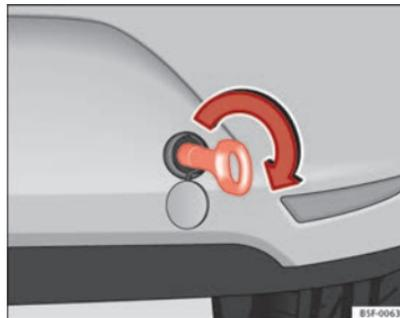

Abb. 176 Hinterer Stoßfänger rechts: Eingeschraubte Abschleppöse ▶
- Schrauben Sie die Abschleppöse bis zum Anschlag in das Gewinde ein ⇒ **Abb. 176** und ziehen Sie sie mit dem Radschlüssel fest an.